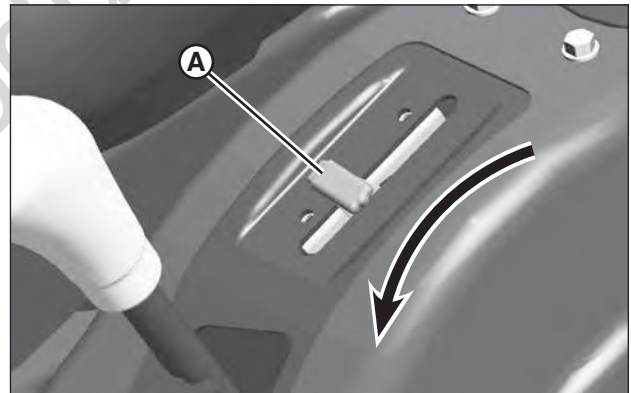

Figure 6: Commande de régime moteur
5. Amener la commande de régime moteur (A, Figure 6) sur la position « RAPIDE » (ou la position « STARTER » si cette commande est prévue sur la machine).